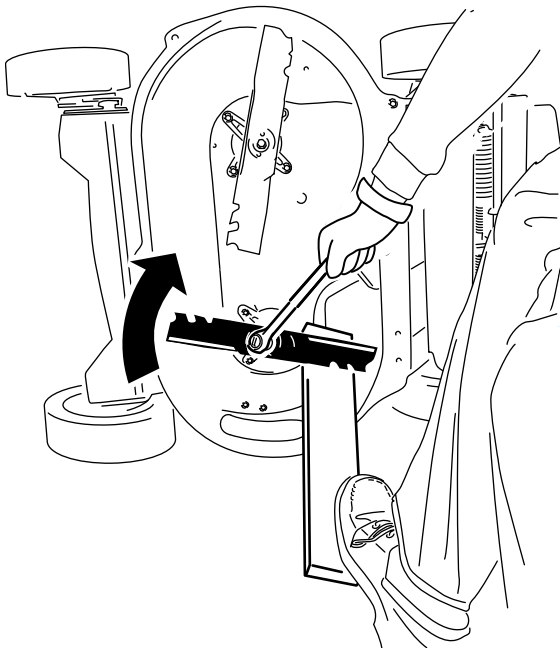

Figure 33
2. Immobilisez chaque lame à l'aide d'une planche et tournez le boulon de lame dans le sens horaire au moyen d'une clé dynamométrique comme montré à la Figure 33; serrez chaque boulon de lame à 82 N·m (60 pi-lb).